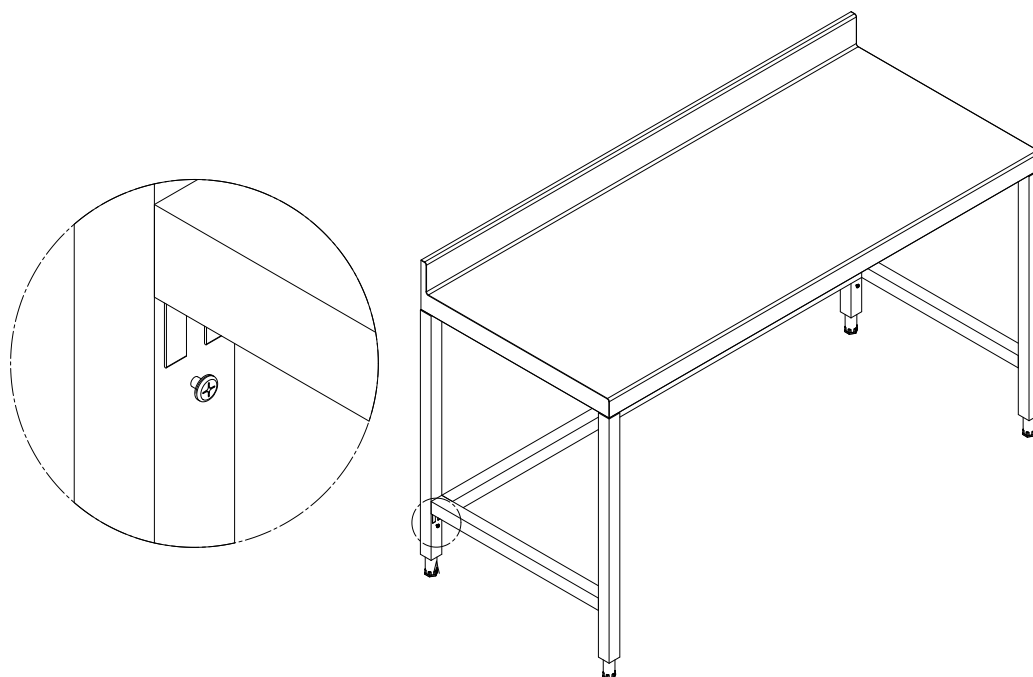

FIGURA 3
2. Situar el bastidor según la Figura 3, encajando el bastidor con los tornillos.